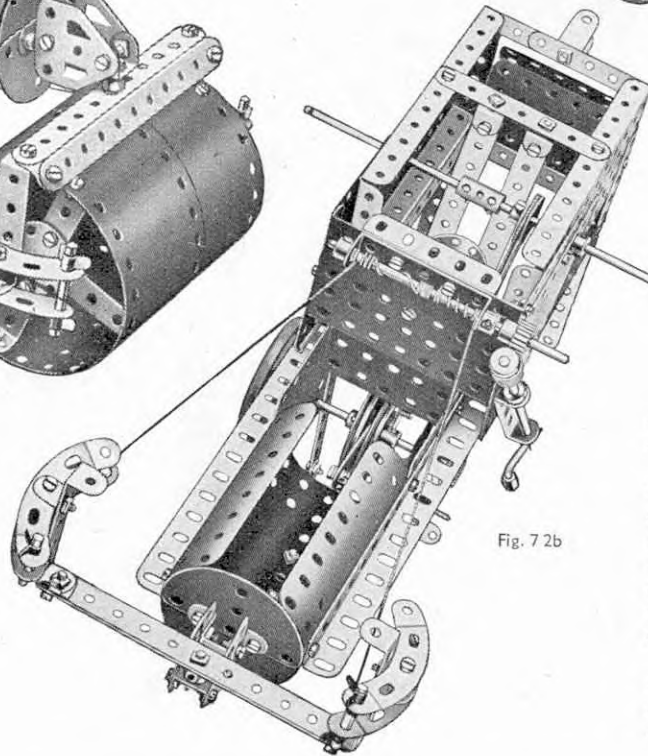

Fig. 7.2b
Les Bandes de 32 cm. pivotent sur une Tringle de 10 cm. qui traverse des Supports Doubles boulonnés à des Embases Triangulées Coudées. Ces dernières, sont à leur tour boulonnées à la Plaque à Rebords de 9×6 cm. située au milieu de la base. Le plateau de gauche est fixé par des Equerres, celui de droite (2), qui consiste en deux moitiés d'une Plaque à Charnière, est fixé à deux Bandes Coudées de 90×12 mm. et de 38×12 mm. Le montage de l'aiguille est expliqué par la Fig. 7.2b. Une Vis sans fin fixée à la Bande de 38 mm. et un Pignon de 12 mm. fixé à la Bande Incurvée de 6 cm., grand rayon, jouent le rôle de contre-poids. L'aiguille pivote sur un Boulon de 12 mm. Une Corde, attachée à l'aiguille, est passée par dessus une Poulie folle de 12 mm. montée sur un Boulon de 9 mm. et fixée à un Boulon de 19 mm. bloqué sur les Cornières reliant les plateaux. Un Ressort est fixé au bâti par une de ses extrémités et au fléau par l'autre.